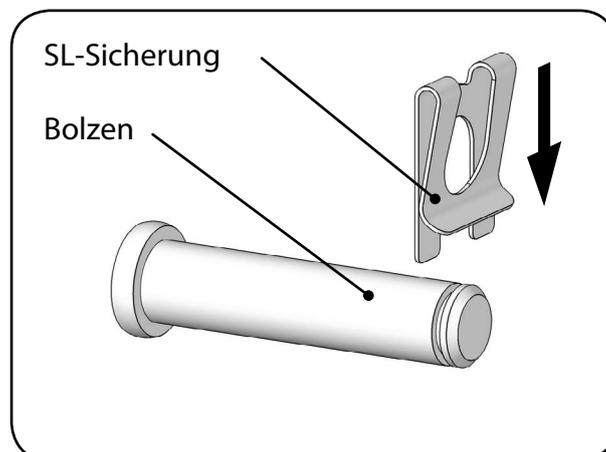

Abb. 6.1.1.06 - Montage der SL-Sicherung am Bolzen
7. Entfernen Sie den Kabelbinder, der als Transportsicherung die Hebearmaufnahme am Standmast fixiert (Abbildung 6.1.1.07).